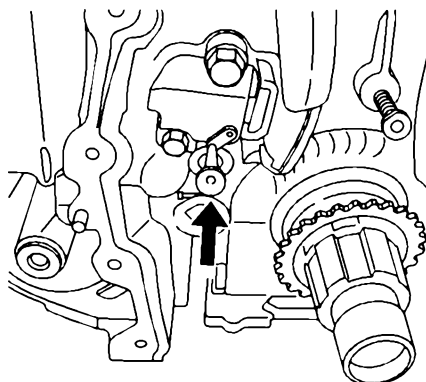

图 17-16 固定正时链条张紧器滑轨
9) 按照图 17-16 所示, 用一个 T 字形零件将正时链条张紧器的滑轨固定住。